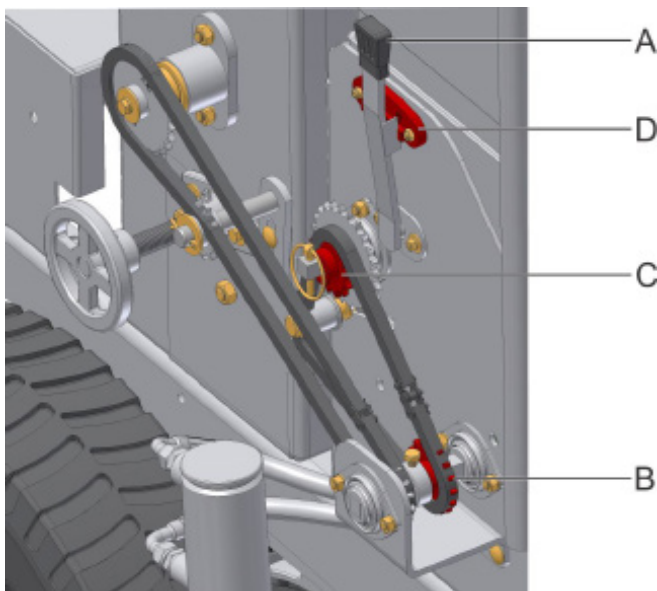
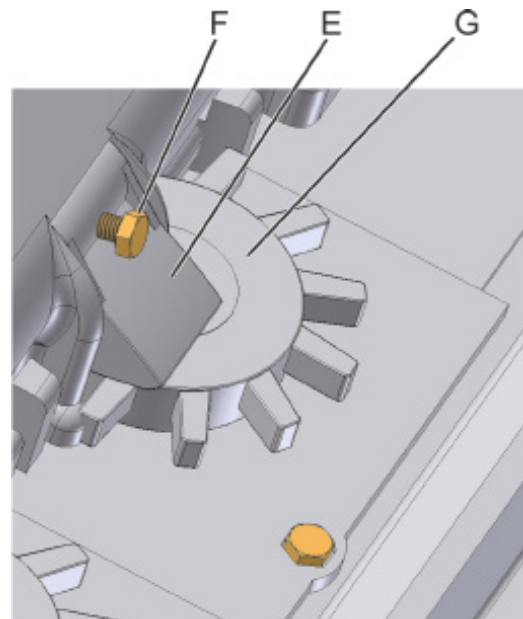

fig. 22
fig. 23
La regulación de cantidad de fertilizante en Kg/ha es realizada a través de las palancas reguladoras (A) (fig. 22) y del intercambio de ruedas dentadas motrices (B) y ruedas dentadas móviles (C), de esa el fertilizante es desplazado a través del rotor (G) (fig. 23).
- 1- Vea primeramente, si los reguladores (E) (fig. 23) están libres, caso contrario soltarlos, aflojando los tornillos de fijación (F);
- 2- Posicione la palanca reguladora (A) (fig. 22) en la posición neutra de la escala (D);
- 3- Presione el regulador (E) con una de las manos y con la otra fíjalo usando el tornillo (F), eso sirve para que todos los reguladores tengan la misma altura con relación al rotor;
- 5- Posicione la palanca en el punto cero de la escala (D);